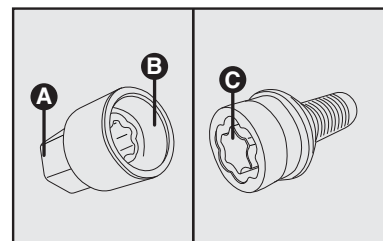

fig. 17
- Retirar da bolsa de ferramentas a chave soquete (ou em local opcional no veículo) **fig. 17**, que destrava o mecanismo antifurto.
- O destravamento da roda deve ser realizado encaixando a extremidade **B** da chave soquete **fig. 17** no encaixe **C** do parafuso especial de retenção da roda. Na extremidade **A** deve ser encaixada a chave de roda fornecida com o veículo;